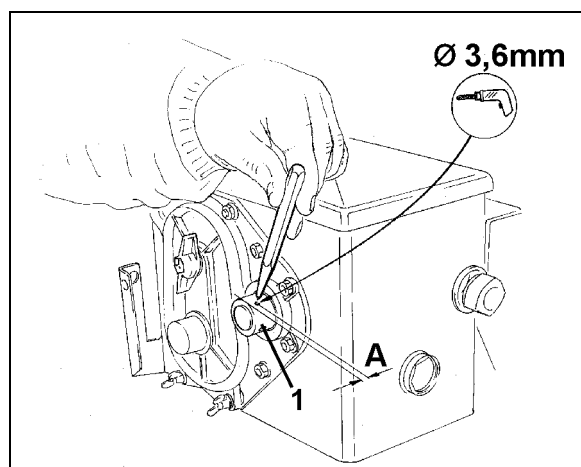

Fig. 10
3. brug det medfølgende bor til at bore et hul (Ø 3,6 mm) i den hule gearaksel (Fig. 10/1).
- o Hullet skal laves 90° i forhold til boringen til låseenheden. Afstanden **A** (se Fig. 10) fra kanten til hulakslen til midten af boringen udgør 5 mm. Kørn boringen.